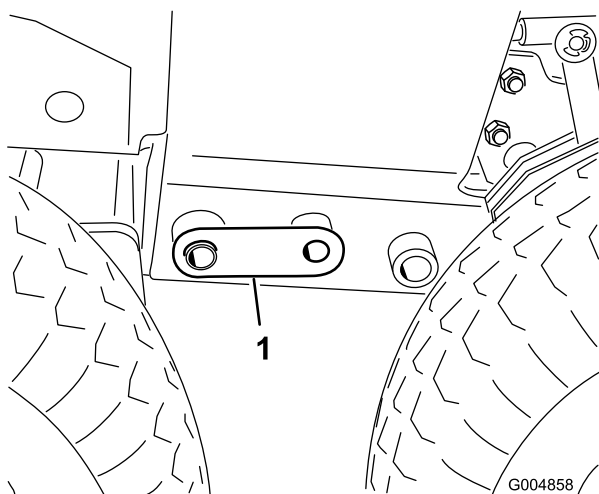

Figura 20
7. Ajuste el gato hasta que se alineen los taladros de 1,00 pulgada del bastidor e introduzca un pasador de acoplamiento en cada lado (Figura 20).